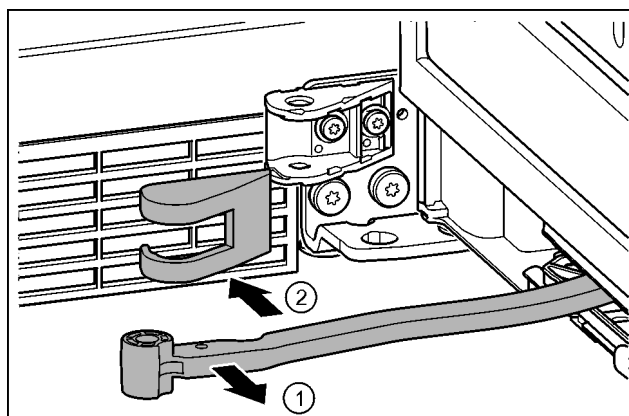

Fig. 20
- ▶ Поверніть шарнір у напрямку дверцят. Fig. 20 (1)
- ▶ Зніміть кришку опорного кронштейна. Fig. 20 (2)